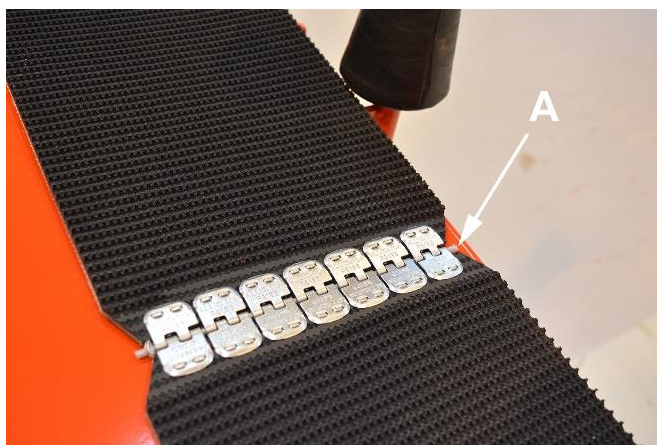

Bild 31.
4. Lossa anslutningen genom att dra ut tapp A (bild 31) för anslutningen, t.ex. med en tång.
8. Fäst anslutningen genom att montera tappen A på bild 31 på plats vid anslutningspunkten.